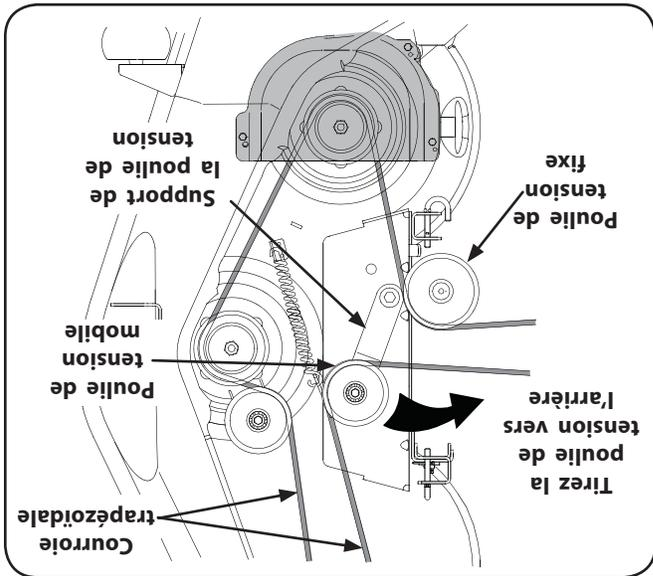

Figure 7-3
1. Amenez l'arrière de la courroie sur la poulie de tension fixe. Voir la Figure 7-3.
3. Vérifiez que la courroie trapézoïdale passe bien sur les poulies à fusée du plateau de coupe et que l'arrière de la courroie est bien appuyé contre les poulies de tension fixe et mobile. Voir la Figure 7-3.
1. Utilisez la manette de relevage du plateau de coupe pour relever celui-ci à la position la plus haute qui procure la position la plus horizontale de la courroie entre les poulies de tension du plateau de coupe et la poulie de tension et la poulie de tension mobile de l'arrière pour l'éloigner suffisamment de l'arrière de la courroie trapézoïdale et pouvoir ainsi dégager la courroie de la poulie de tension. Voir la Figure 7-3.
2. Du milieu du tracteur, faites pivoter le support de la poulie de tension et la poulie de tension mobile de la poulie de tension vers l'arrière de l'arrière de la courroie trapézoïdale et pouvoir ainsi dégager la courroie de la poulie de tension. Voir la Figure 7-3.